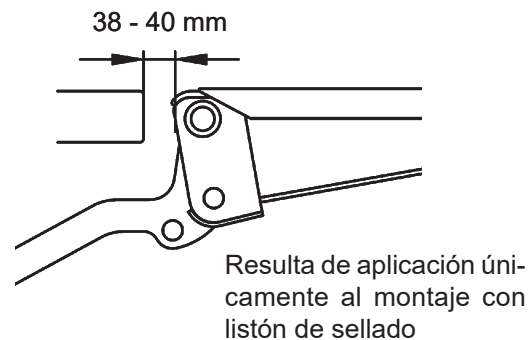

Figura 46. Compruebe que la distancia entre la plataforma y el puente sea de 38 - 40 mm
1. Compruebe que la distancia entre la plataforma y el puente sea de 38 - 40 mm. Véase Figura 46.